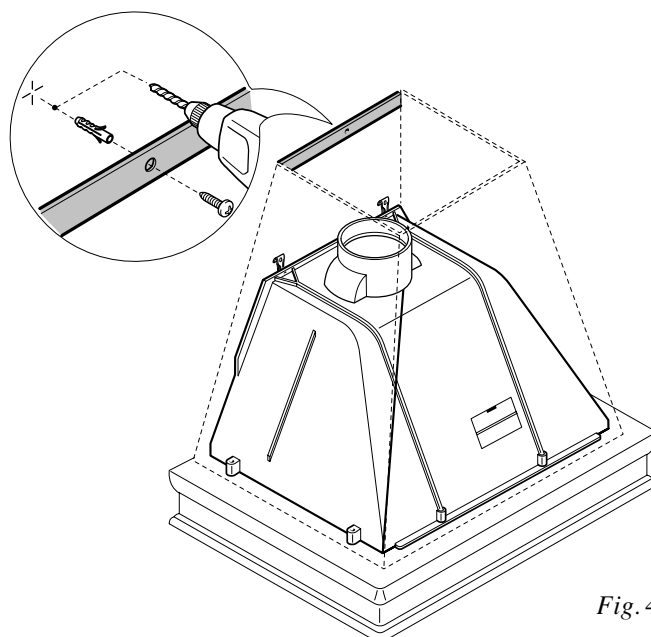

Fig. 4
- Per evitare lo sganciamento della cappa dovuto ad una pressione sottostante, fissarla alla parete con un tassello ad espansione e relativa vite attraverso l'apposito foro (Fig. 4).
- In order to prevent the hood from unhooking owing to pressure from underneath, fasten it to the wall with a screw anchor and relevant screw inserted in the appropriate hole (Fig. 4).